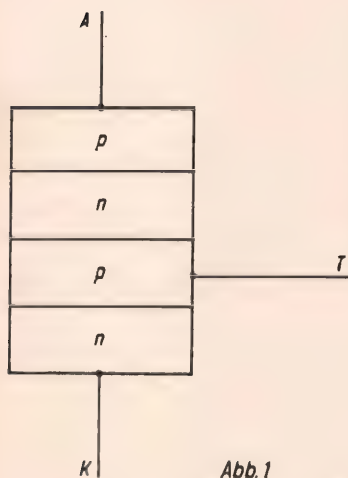

Abb. 1
100 mA sowie mit Sperrspannungen unter 100 V aus. Eine Diode in der Leistungselektronik muß dagegen Flußströme von mehreren 100 A und Sperrspannungen über 1000 V ertragen können (Abb. 1 und 2).
2 Kennlinie des Thyristors. Ohne Steuerimpuls würde der mittlere pn-Übergang (Abb. 1) erst bei  $U_{(BR)F}$  leitend werden (Spannungsdurchbruch).
Den Aufbau eines Thyristors wollen wir etwas näher betrachten. Er besteht aus einem Einkristall, in dem drei pn-Übergänge erzeugt worden sind, die eine Schichtfolge npnp (bzw. pnpn) ergeben (siehe auch „Jugend und Technik“, Heft 1/1974, S. 37/38 und Heft 2/1974, S. 187/188). Die beiden äußeren Schichten besitzen Kontakte und bilden die Anode (A) und Kathode (K). Zusätzlich hat auch die der Kathode benachbarte Zone einen Kontakt. Dieser Anschluß wird als Tor (T) bezeichnet, er ist der Steueranschluß (Abb. 1). Zur Wirkungsweise: Wird eine Spannung mit der normalen Polung (plus an Anode, minus an Kathode) angelegt, ist der mittlere pn-Übergang gesperrt und es fließt nur ein geringer Strom. Geben wir jedoch zusätzlich einen Impuls an die Steuerelektrode, wird der mittlere Übergang leitend. Trägerinjektion heißt dieser Vorgang in der Halbleitertechnik. Die negativen Ladungsträger der unteren Zone diffundieren durch das p-Gebiet und dringen in das benachbarte n-Gebiet ein. Die Spannung
Eine einfache Lösung ist ein Ring, an dem der Zentrierboden auf drei Punkten justiert werden kann (Abb. 1 u. 2). Die Teile werden am besten aus Leichtmetall oder Hartgewebe gefertigt. Zur besseren Luftzirkulation an der Spiegelrückseite wird der Zentrierboden mehrmals durchbohrt.